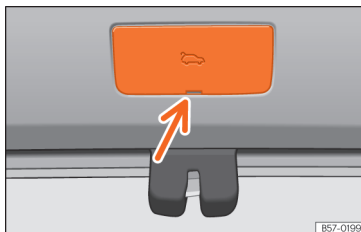

Fig. 60 Pormenor da bagageira: acesso à destrancagem de emergência.
- Retire a cobertura fazendo alavanca com o palhetão da chave >>> Fig. 60.